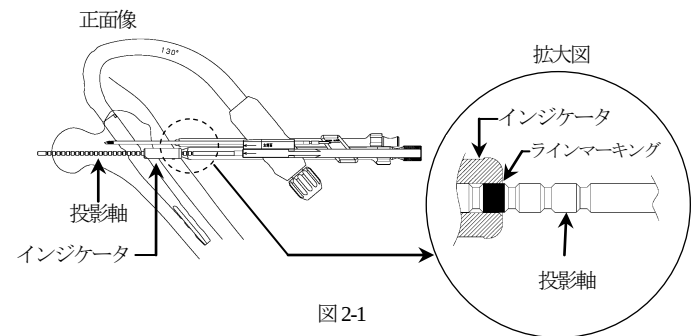
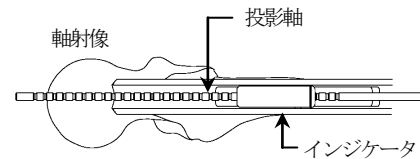

図 2-1
図 2-2
- ラグスクリュー用ガイドピンスリーブ後端に LS センターガイド (+5cm, インジケータ付き) を組み付け, 正面像及び軸斜像に映る投影軸でラグスクリュー挿入位置を確認します。(図 2-1) (図 2-2) 皮切位置の特定又はラグスクリュー軸太さの確認のためインジケータを使用することができます。インジケータは投影軸上を 5mm ごとスライドします。インジケータ後端が投影軸のラインマーキング上にあるとき, インジケータ後端がガイドピンスリーブ先端位置になります。